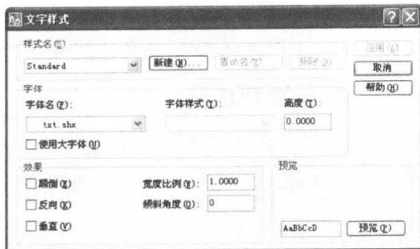

图 1-12 “文字样式”对话框
(1) 单击“文字”工具栏或“样式”工具栏中的“文字样式”按钮 ，或选择菜单“格式”→“文字样式”命令，弹出如图 1-12 所示的“文字样式”对话框，系统默认的文字样式名为 Standard。
(2) 单击“新建”按钮，弹出“新建文字样式”对话框。在“样式名”文本框中输入“字母与数字样式”，如 1-13 所示。